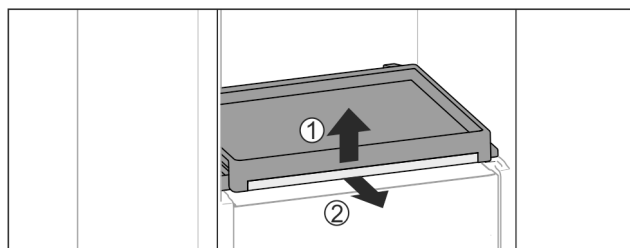

Fig. 111
- 取出拉出式搁板与玻璃隔板：微微抬起玻璃隔板的前端 Fig. 111 (1)，然后向前拉出 Fig. 111 (2)。